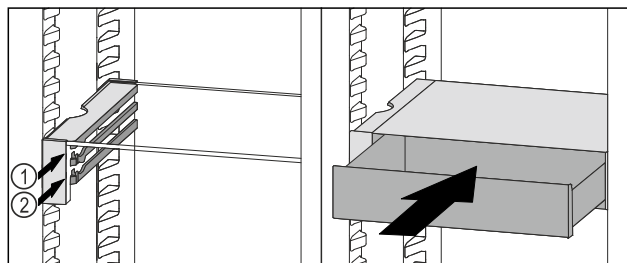

Fig. 121
- Asetage VarioSafe-sahtel peatajate taga soovitud ribile Fig. 121 (1) või Fig. 121 (2).